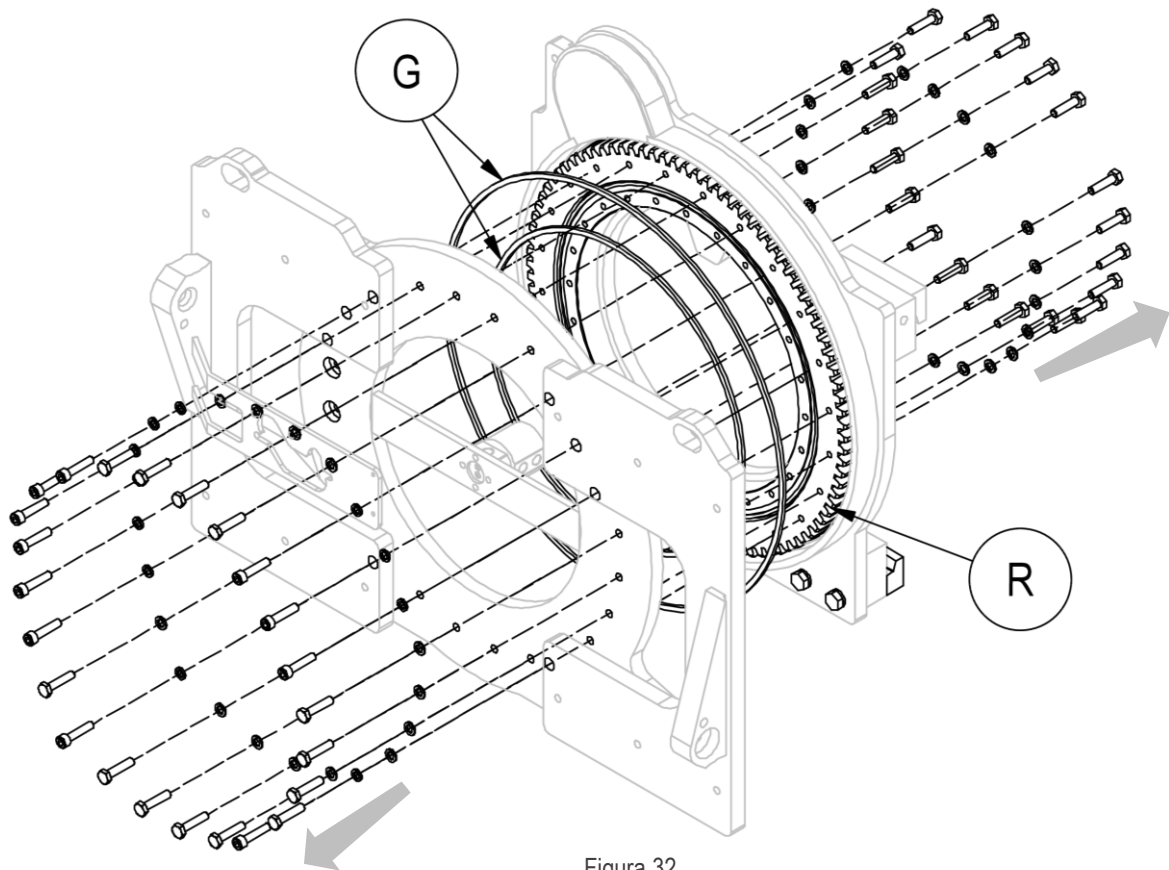

Figura 32
5. Retirar la parte frontal del cuerpo giratorio, asegurándose de apoyar adecuadamente todas las piezas para poder realizar la operación de forma segura (mira *Figura 32*).
6. Para poder retirar la ralda **R**, también es necesario quitar los tornillos de la parte trasera del implemento (mira *Figura 32*).